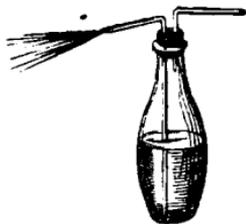

Рис. 186. Промывалка.
*Промывалка* (рис. 186) устраивается такъ. Берутъ склянку съ пробкой и просверливаютъ въ пробкѣ двѣ дырки. Въ одну дырку вставляютъ стеклянную трубку, доходящую почти до дна склянки. Наружная часть этой трубки согнута подъ острымъ угломъ книзу и вытянута на концѣ. Въ другое отверстіе пробки вставляютъ короткую согнутую трубку такъ, чтобы внутренній конецъ ея только немного выдавался бы изъ-подъ пробки. Наружный конецъ этой трубки не надо вытягивать въ остріе. Трубки должны сидѣть въ пробкѣ плотно.